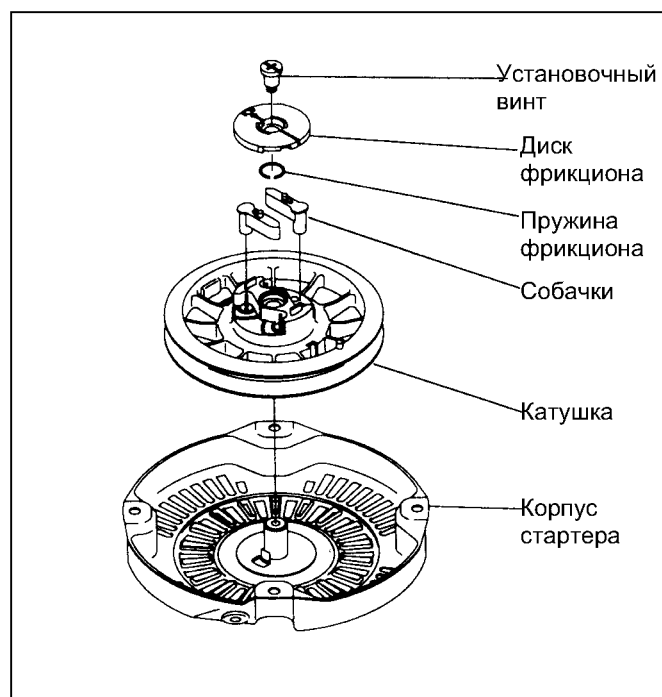

Рис. 10-2
- (2) Снять детали стартера (см. рис 10-2), для этого:
- (3) Снять катушку (см. рис. 10-2), для этого: